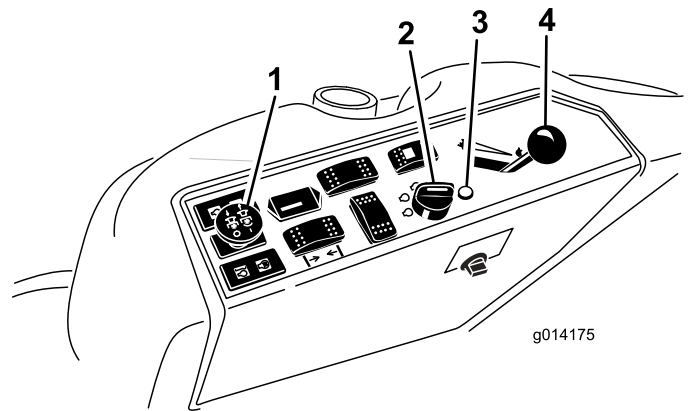

图11
4. 将 PTO 动力输出开关移至关位置 图11。
5. 将油门杆移至“快速”与“慢速”的中间位置 图11。